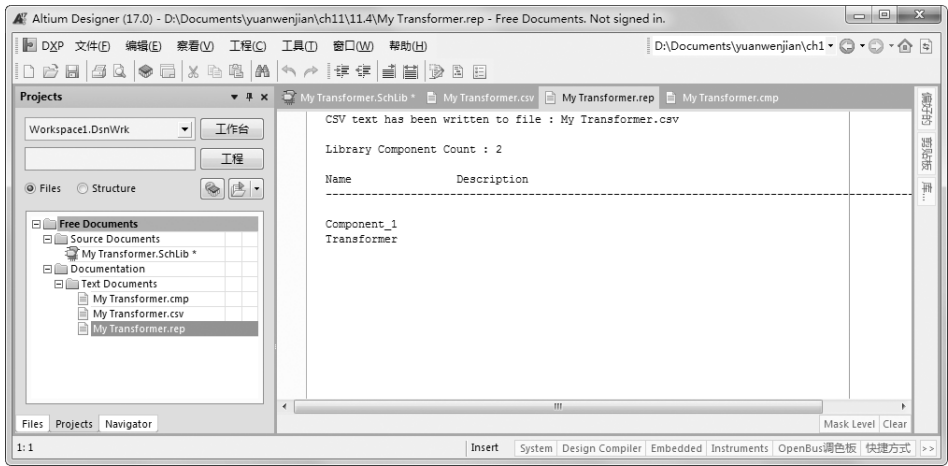
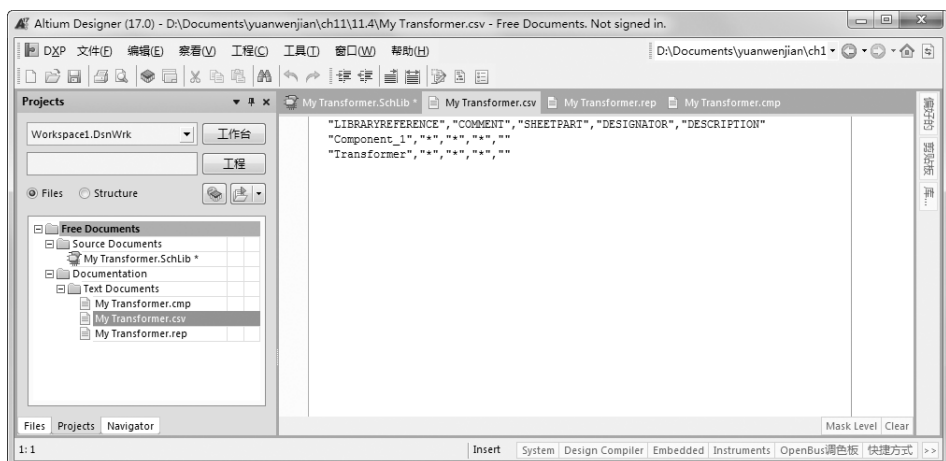

图 11-90 元器件库报表 1
图 11-91 元器件库报表 2
- (1) 在“Projects”（工程）面板上选中原理图库文件 My Transformer. SchLib。
- (2) 选择菜单栏中的“报告”→“库列表”命令，系统将自动生成该元件库的报表，分别以“. rep”、“. csv”为后缀，如图 11-90 和图 11-91 所示。